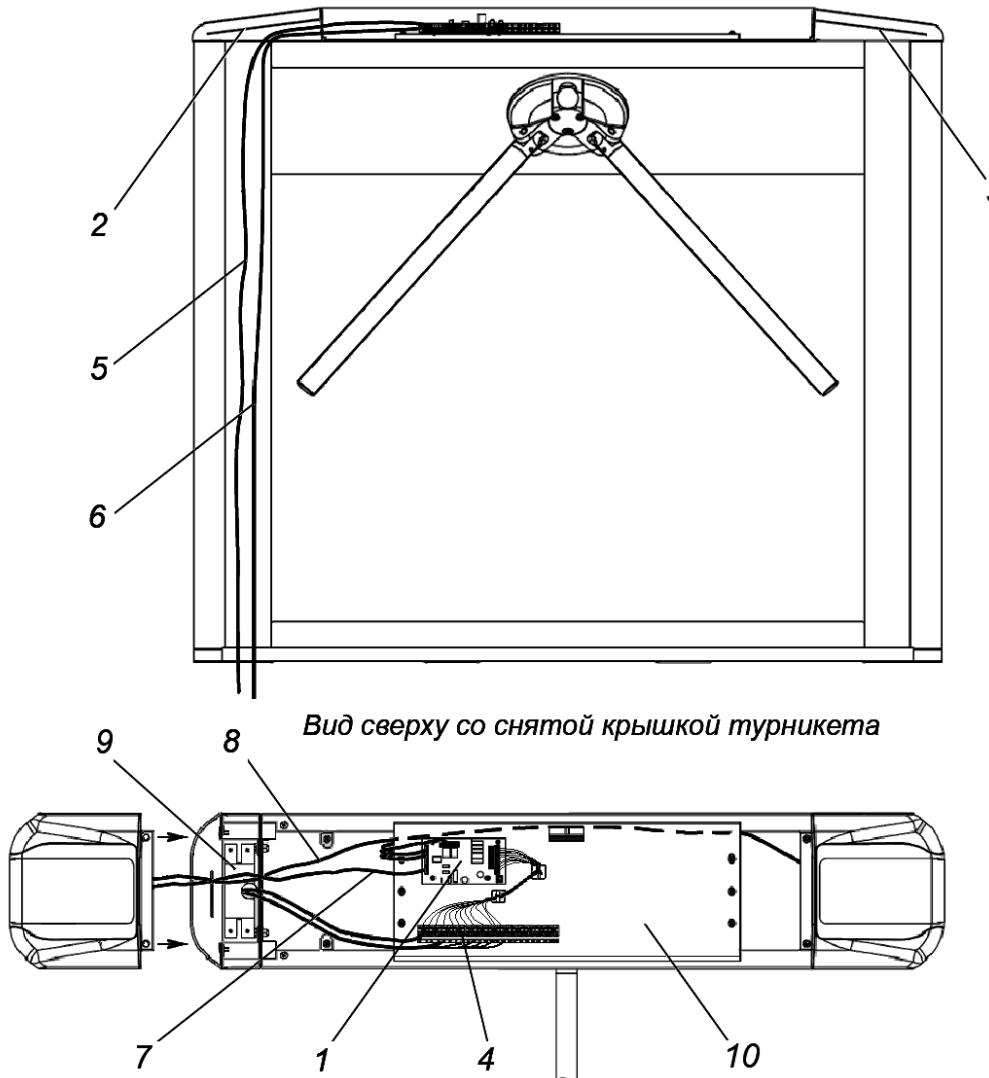

Рисунок 13. Схема прокладки кабелей в стойке турникета
4. При необходимости прокладки кабелей под поверхностью пола подготовьте в полу кабельный канал, подходящий к зоне ввода этих кабелей в стойку турникета. Прокладка кабелей внутри стойки показана на рис. 13.
- Отведите стенку от стойки и отсоедините кабель, соединяющий платы индикации (8, рис. 13) от платы ПИ2, расположенной под крышкой.
8. Демонтируйте стенку (6) в сборе с крышкой (8). Для этого:
- Отведите стенку от стойки и отсоедините от платы индикации ПИ1 (расположена под крышкой) кабель (8, рис. 13), соединяющий платы индикации, и кабель индикации (7, рис. 13), идущий от платы управления.
11. Подключите кабель ПДУ (12) к выносной клеммной колодке **XS1**.
13. При необходимости установите контроллер СКУД на отведенное для этого место. Если позволяют габариты контроллера СКУД (не более 250×130×35 мм), то имеется возможность его установки внутри турникета под крышкой на основном кронштейне (10, рис. 13); для этого используйте фиксаторы на самоклеящихся площадках из комплекта поставки.
14. При необходимости произведите установку считывателей карт доступа на специальных кронштейнах на торцах стойки (9, рис. 13)